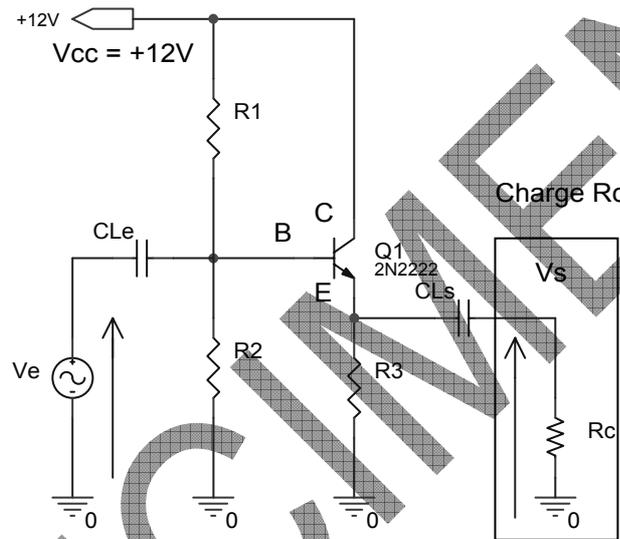

fig.5
Le schéma de principe est donné par la figure 5 ci-dessous.
- 4.3.2.3 On place en parallèle avec R_8 , un condensateur CD appelé condensateur de découplage de l'émetteur ; sa valeur est telle que son impédance est considérée comme nulle dans la gamme de fréquences du signal V_s . Ceci conduit au schéma des la figures 5 et 6. Expliquer pourquoi la résistance R_8 a-t-elle disparu du montage.